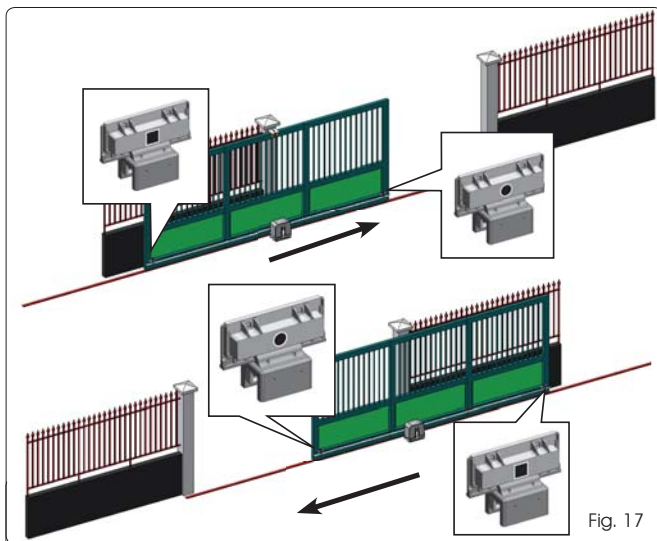

Fig. 17
2. Mettre manuellement le portail en position d'**ouverture** en laissant 40 mm de la butée mécanique de fin de course (voir Fig. 17).
**(VOIR FIG. 17)**